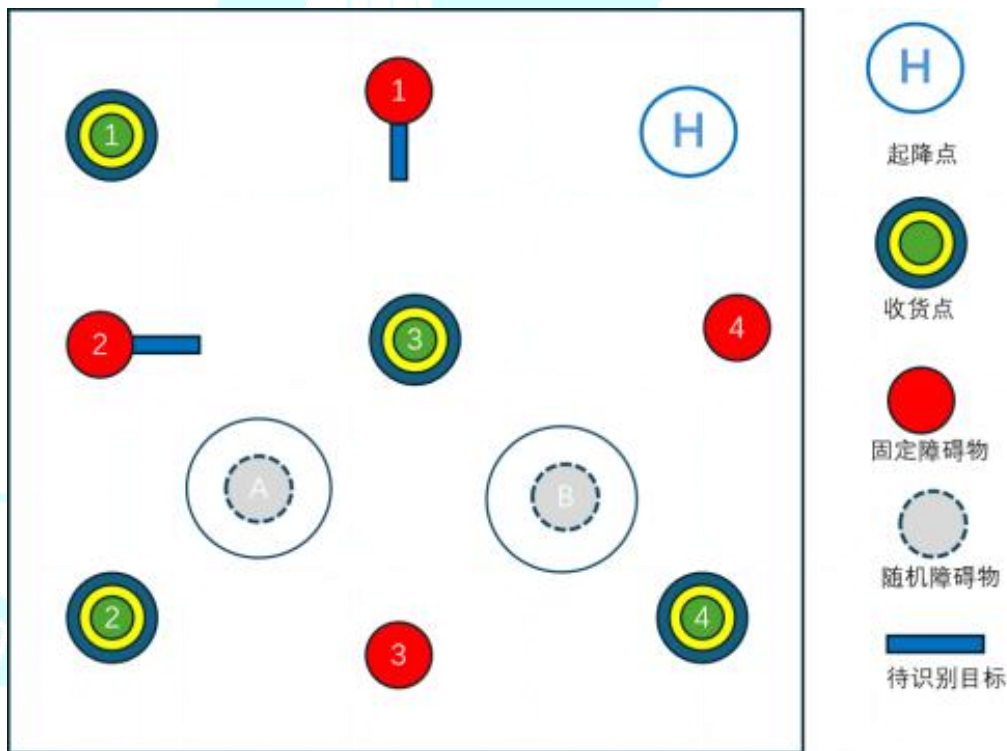

图 3.1 比赛地图参考
(1) 比赛场地为长宽高 5m*5m*2m 如图 3.1。
(2) 场地设置起降点,直径为 60cm。
(3) 比赛场地中会设置 4 个投放点,每个投放点外环直径为 60cm、中环直径为 35cm,内环直径为 15cm,比赛场地中间有直径 20cm 的圆柱体固定障碍物隔离,固定障碍物高度不